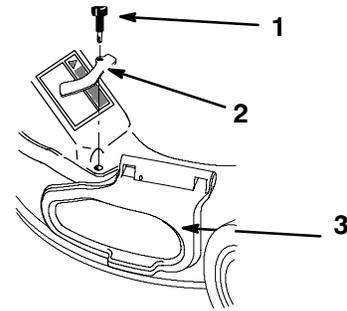

**Figure 47**
1. Rivet (4)
7. Insérez la languette de l'éjecteur dans le carter de tondeuse (Fig. 47).
8. Placez les trous de l'éjecteur en face des rivets du carter de tondeuse (Fig. 47).
9. Le trou de la languette doit se trouver dans l'alignement du trou latéral du carter de tondeuse (Fig. 47).
10. Vissez partiellement la vis autotaraudeuse en plastique fournie avec le bac de ramassage dans le trou latéral et la languette (Fig. 47).
11. Fixez l'éjecteur sur le carter de tondeuse à l'aide des trois vis fournies avec le bac de ramassage (Fig. 47).
14. Ouvrez et fermez le volet de l'éjecteur pour vérifier qu'il bouge librement (Fig. 47).